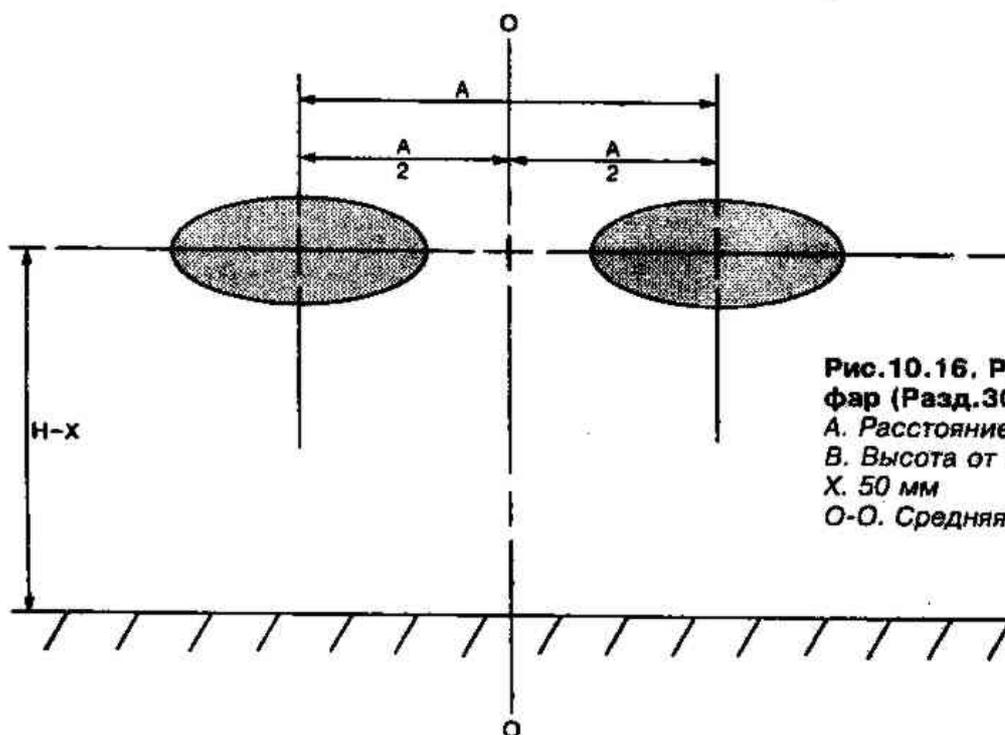

Рис.10.16. Регулировка дополнительных фар
7. **Дополнительные фары.** Включите дополнительные фары и закройте другие фары, чтобы не было бликов. Ослабьте гайку крепления лампы и отрегулируйте ее таким образом, чтобы центр луча оказался в пределах фигуры, изображенной на Рис.10.16.